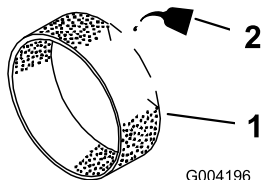

図 40
3. 乾いたら新しいエンジンオイルを 3-60 ml 含ませる(図 40)。